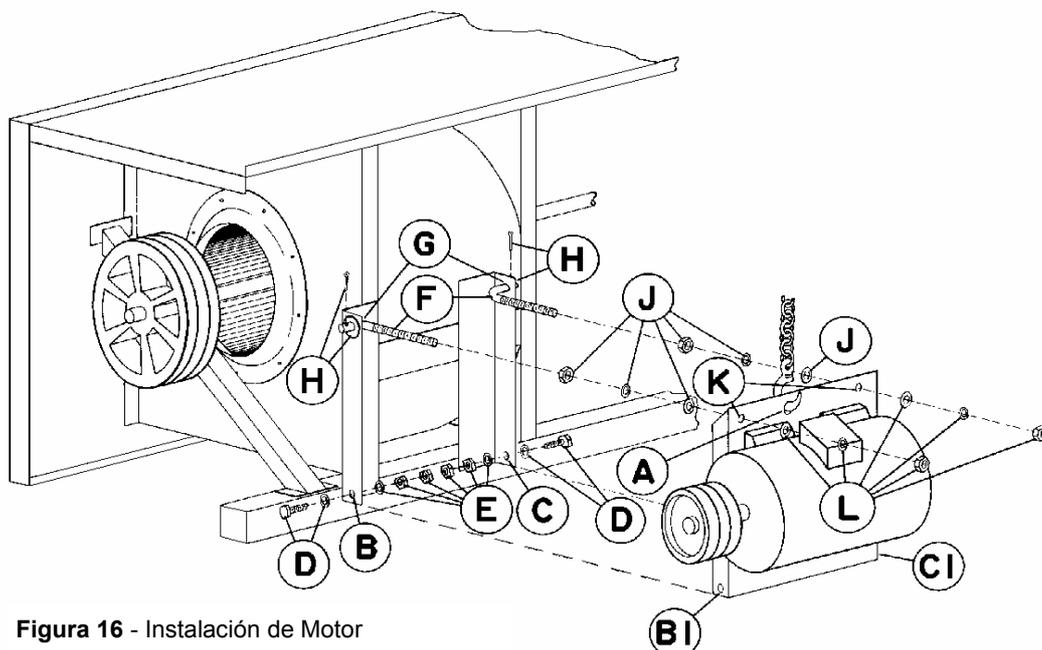

Figura 16 - Instalación de Motor
1. Estudiar la Figura 16 antes de montar la base del motor sobre la unidad.